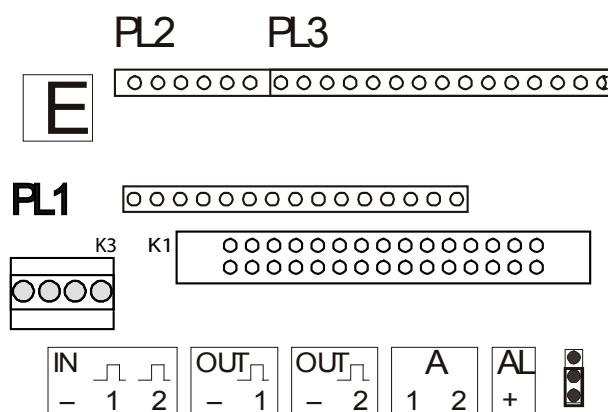

Fig. 2. Kopplingsplint F22
2. Gör mätarens kopplingskort spänningslöst genom att koppla ur den breda svarta kontakten "K1" och den fyrpoliga kontakten "K3", se fig.2.